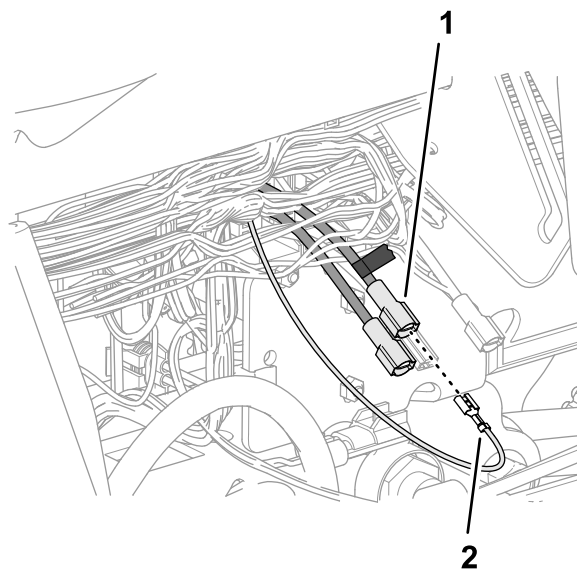

Figura 190
5. Ligue o conector de lâmina que marcou no passo 4 no conector de tomada na extremidade do fio cor de rosa de 51 mm da cablagem do kit (Figura 190).